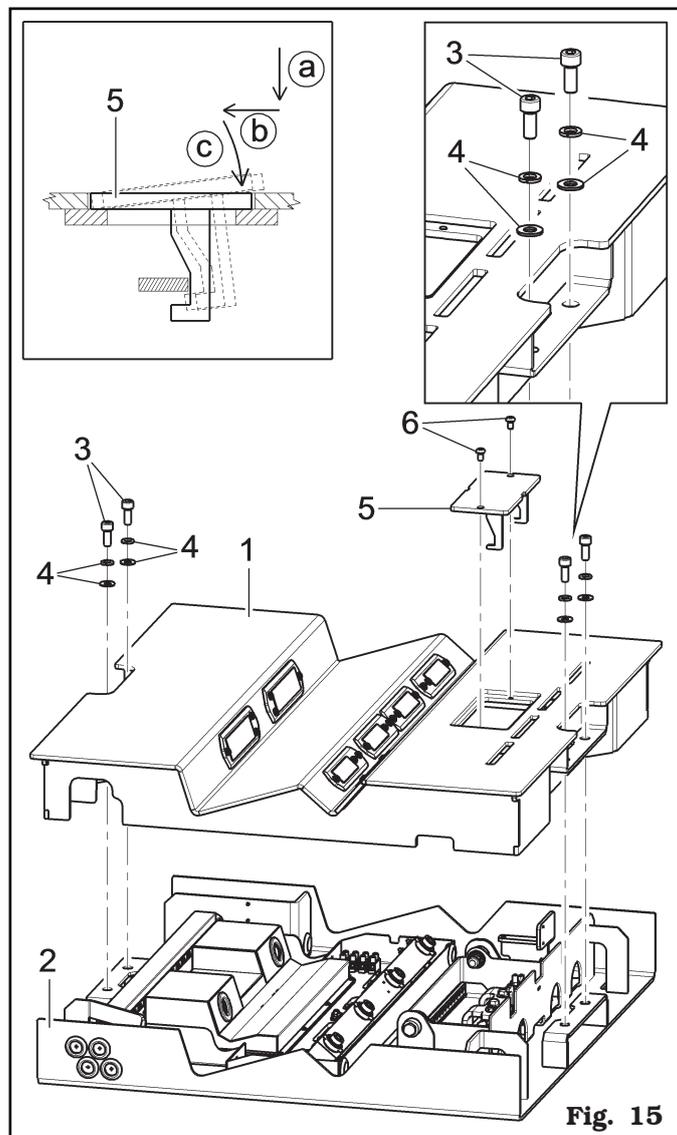

Fig. 15
1. Posizionare la cover (**Fig. 15 rif. 1**) sopra la base (**Fig. 15 rif. 2**).
2. Fissare la cover (**Fig. 15 rif. 1**) utilizzando le viti (**Fig. 15 rif. 3**) e le rondelle (**Fig. 15 rif. 4**), fornite in dotazione.
3. Collegare il tubo pneumatico (**rif. 1** della "Tavola D" degli "Schemi funzionali", vedi Cap. 23) e il cavo prolunga (**rif. 2** della Tavola D degli "Schemi funzionali", vedi Cap. 23) alla cover (**Fig. 15 rif. 1**).
4. Montare il coperchio (**Fig. 15 rif. 5**), come indicato nella lente (fase a, b, c), e fissarlo alla cover utilizzando le viti (**Fig. 15 rif. 6**), fornite in dotazione.